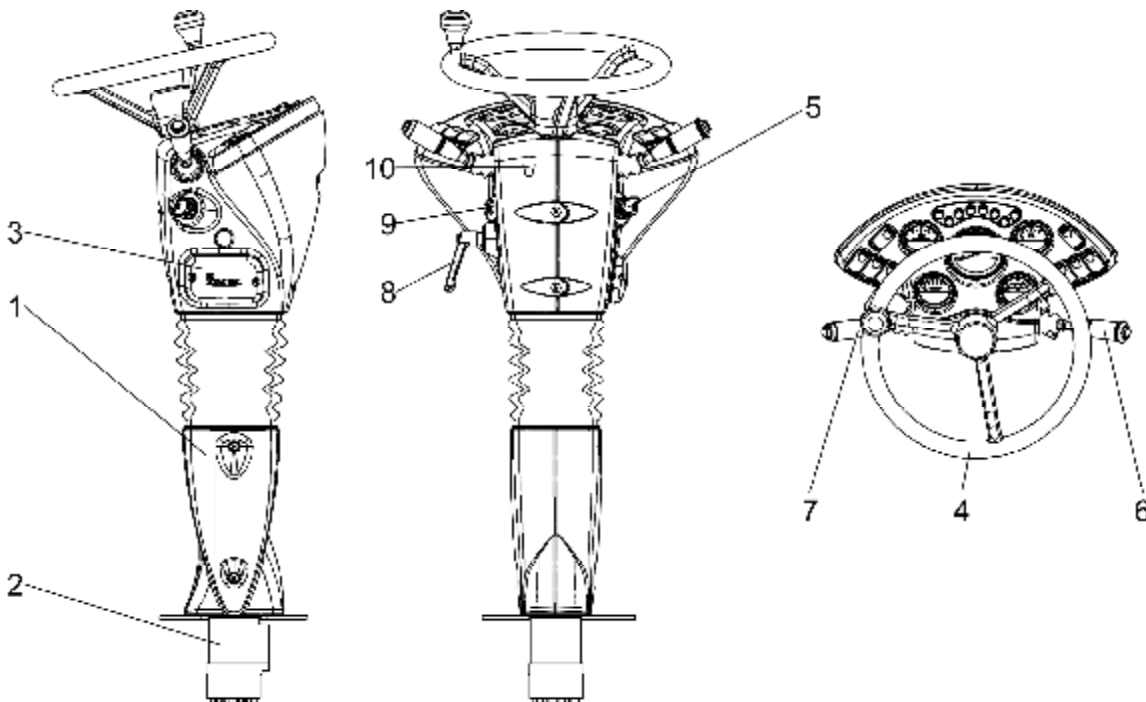

Рис. 4.2 – Рулевая колонка.
**Рулевая колонка.** В кабине установлена рулевая колонка "IMEL" (Рис. 4.2) (производство: Италия; поставщик ЗАО "Гидрапак"). Рулевая колонка состоит из корпуса 1, гидроруля "Danfoss" 2, рулевого колеса 4, приборов, переключателей и указателей.
**Пуск двигателя** выполняется стартером, замок зажигания 5 находится на рулевой колонке (Рис. 4.2). Перед пуском необходимо вставить ключ в замок зажигания и нажать на кнопку 7 (Рис. 4.8) дистанционного выключателя "массы". Ключ может поворачиваться и имеет пять положений P-0-1-2-3:
Гидромеханическая передача управляется рукояткой 7 (Рис. 4.2), установленной на рулевой колонке. Выбор режимов управления коробкой передач (ручной или автоматический) выполняется переключателем 3 (Рис. 4.6).
При включенной блокировке 10 Рис. 4.2, переключение передач заблокировано!